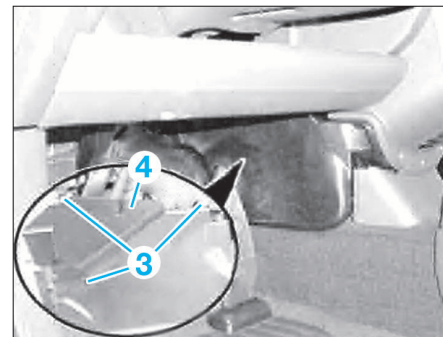

FIG. 31
- Dévisser les vis de fixation (3) pour permettre la dépose du cache (4) situé sous la planche de bord, côté conducteur (Fig.31).